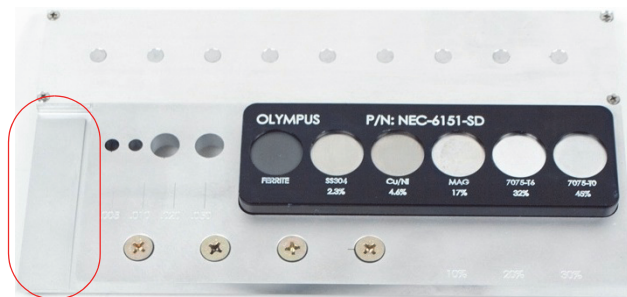

Abbildung 5-91 Eingesetzter Bereich des Justierkörpers zur Einschätzung der Metalldicke
5. Koppeln Sie die Sonde an den dicksten Teil der Probe mit dem konisch zulaufendem Bereich (siehe Abbildung 5-91 auf Seite 207) und halten Sie die Direktzugriffstaste A-LIFT NULL () gedrückt, um den automatischen Liftoff zu aktivieren.